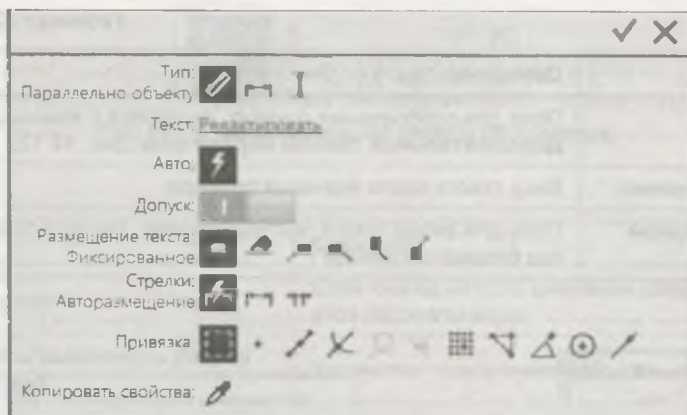

Рис. 12.7. Контекстное меню при простановке размера
- ◆ вызвать команду **Текст** ► **Редактировать** из контекстного меню в графической области (рис. 12.7).